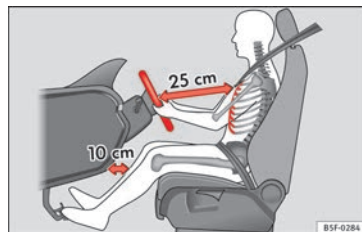

Fig. 82 Distancia correcta entre el conductor y el volante.
- Ajuste el volante de modo que quede una distancia mínima de 25 cm entre el volante y el tórax » **fig. 82.**
- Coloque el asiento del conductor de forma que quede una distancia mínima de 25 cm entre el tórax y el centro del volante » **fig. 82.** Si la distancia es inferior a los 25 cm, el sistema de airbags no puede protegerle correctamente.